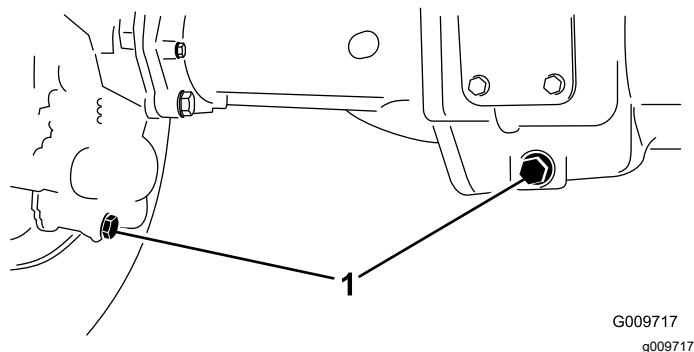

図 70
2. ドレンプラグ 図 70 左右端に個と中央に個、全部で3個あるの周辺をきれいに拭く。